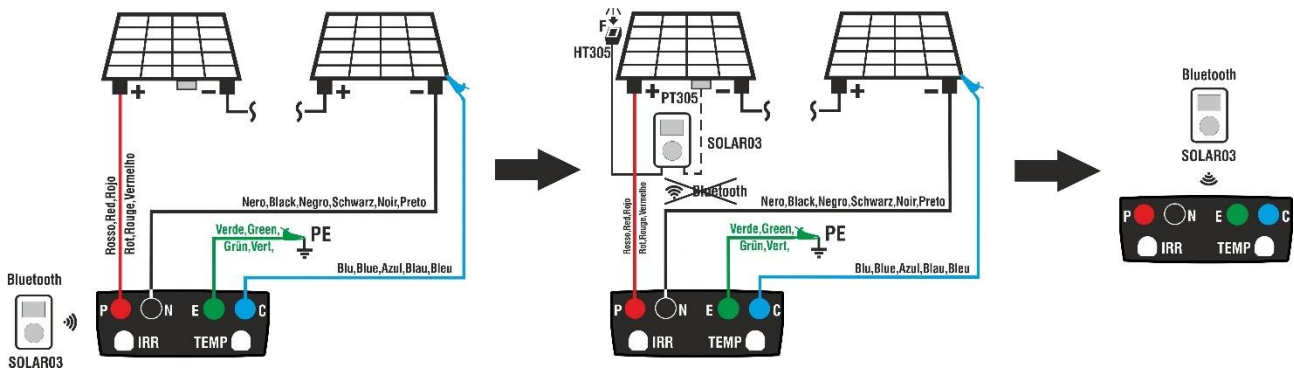
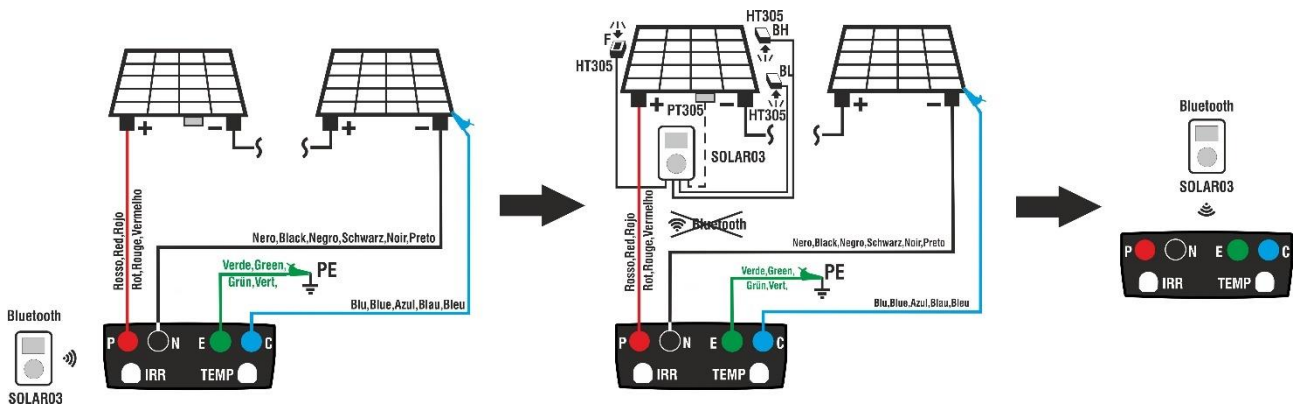

Fig. 14: Uso con SOLAR03 en registro en módulos Monofaciales
Fig. 15: Uso con SOLAR03 en registro en módulos Bifaciales
2. Conecte el instrumento al módulo/string en pruebas y eventualmente al nodo principal de tierra de la instalación y a las masas metálicas puestas a tierra como se muestra en Fig. 14 (módulos Monofaciales) o Fig. 15 (módulos Bifaciales). En particular:
- **En el caso de módulos Bifaciales** → posicione las **3 células de referencia HT305** sobre el plano frontal del módulo (**F**), sobre la parte superior trasera (**BH=BackHigh**) y sobre la parte inferior trasera (**BL=BackLow**) del módulo. Conecte la célula de referencia frontal (F) en la entrada “**INP1**”, la célula de referencia BH en la entrada “**INP2**”, la célula de referencia BL en la entrada “**INP3**” y **eventualmente** la sonda de temperatura **PT305** en la entrada “**INP4**” de la unidad remota. De acuerdo con la norma IEC/EN60904-1-2, el instrumento calcula el valor de irradiancia frontal equivalente ( $Irr_{eq}$ ) que corresponde a la irradiancia en el plano frontal produciendo los mismos efectos que la irradiancia detectada en ambas caras teniendo en cuenta el coeficiente de bifacialidad ( $\varphi$ ) del módulo según la siguiente relación:
4. Acerque la unidad remota SOLAR03 al instrumento como se muestra en la Fig. 14 o Fig. 15 – parte izquierda
7. Sitúe la unidad remota en cercanía de los módulos y conecte las sondas de irradiación/temperatura como se muestra en la Fig. 14 o Fig. 15 – parte central. **Habiendo ya iniciado el registro sobre la unidad remota SOLAR03 no es necesario mantener la conexión Bluetooth.** El conexionado (si es posible) permitirá solamente poder tener inmediatamente el resultado de la prueba sin esperar a terminar la sesión de medidas